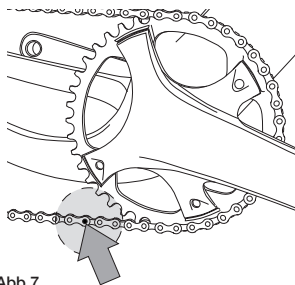

Abb.7
- Schieben Sie die Kette auf den kleinsten Ritzel, positionieren Sie dann die zu schließenden Glieder in dem in Abb. 7 angegebenen Bereich.